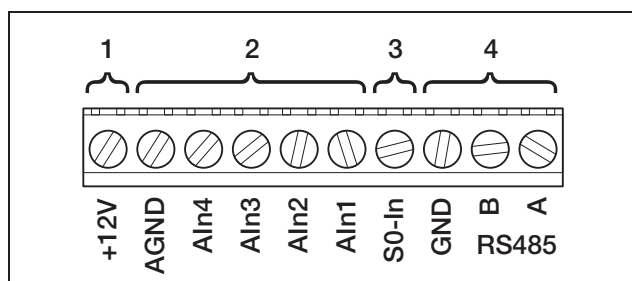

Abbildung 61: Kabelklemme
- Schließen Sie die Leitungen entsprechend der Anschlussbelegung (Abbildung 61 und Tabelle 11) an der Klemme an.
Auf der Klemme für analoge Schnittstellen (Abbildung 61) befinden sich Anschlüsse für die serielle **RS485-Schnittstelle**. Über RS485 können, abhängig von den benutzten Wechselrichtern, bis zu 200 Wechselrichter vernetzt werden.
- Schließen Sie die Leitungen entsprechend der Anschlussbelegung (Tabelle 8) an der Klemme (4 in Abbildung 61) an.